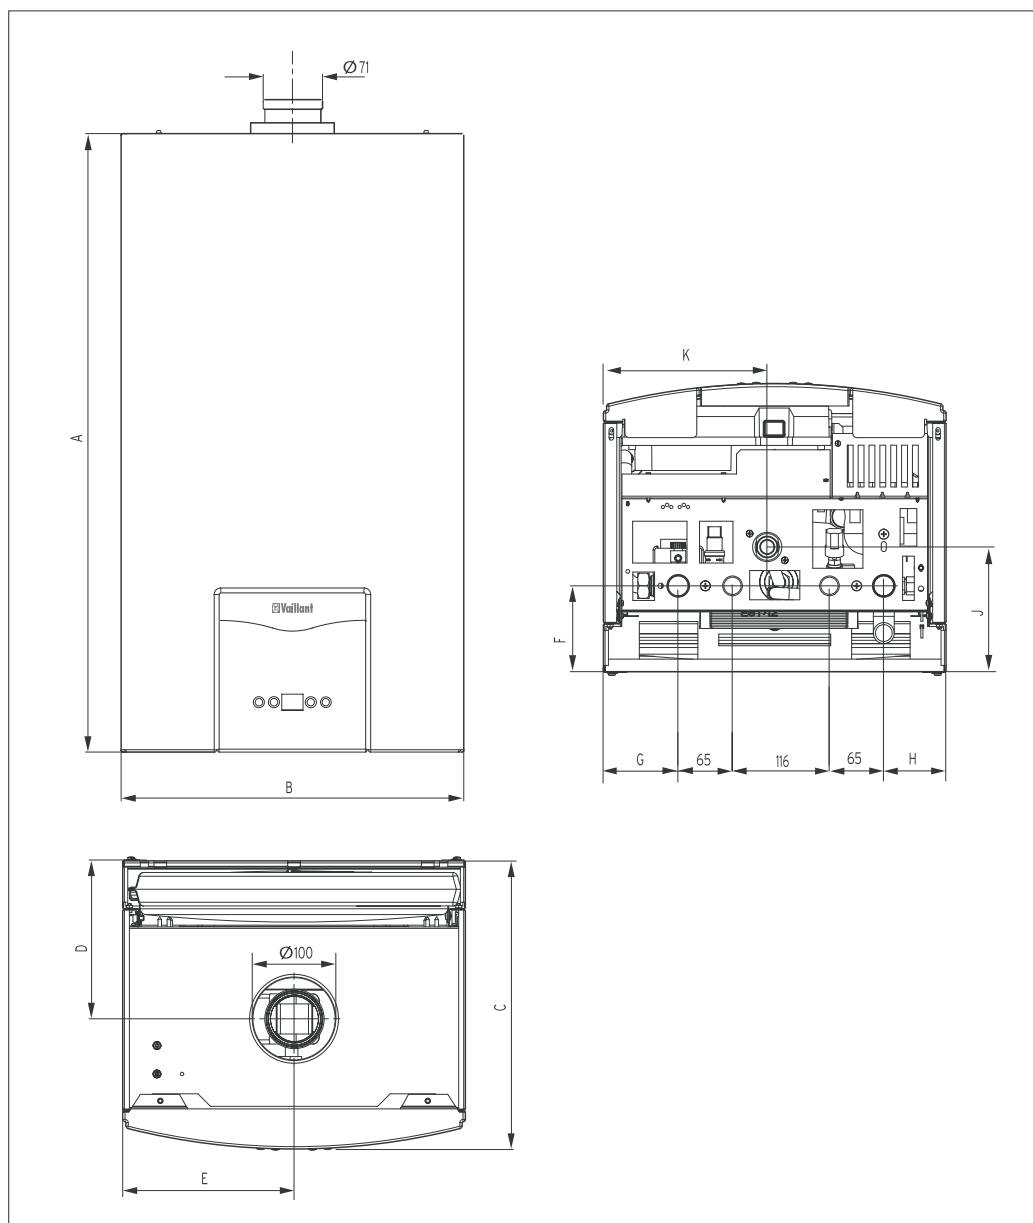

图 4.1 壁挂炉尺寸图
- 确保所有管路接口正确定位（请参考图 4.1 有关数据）。